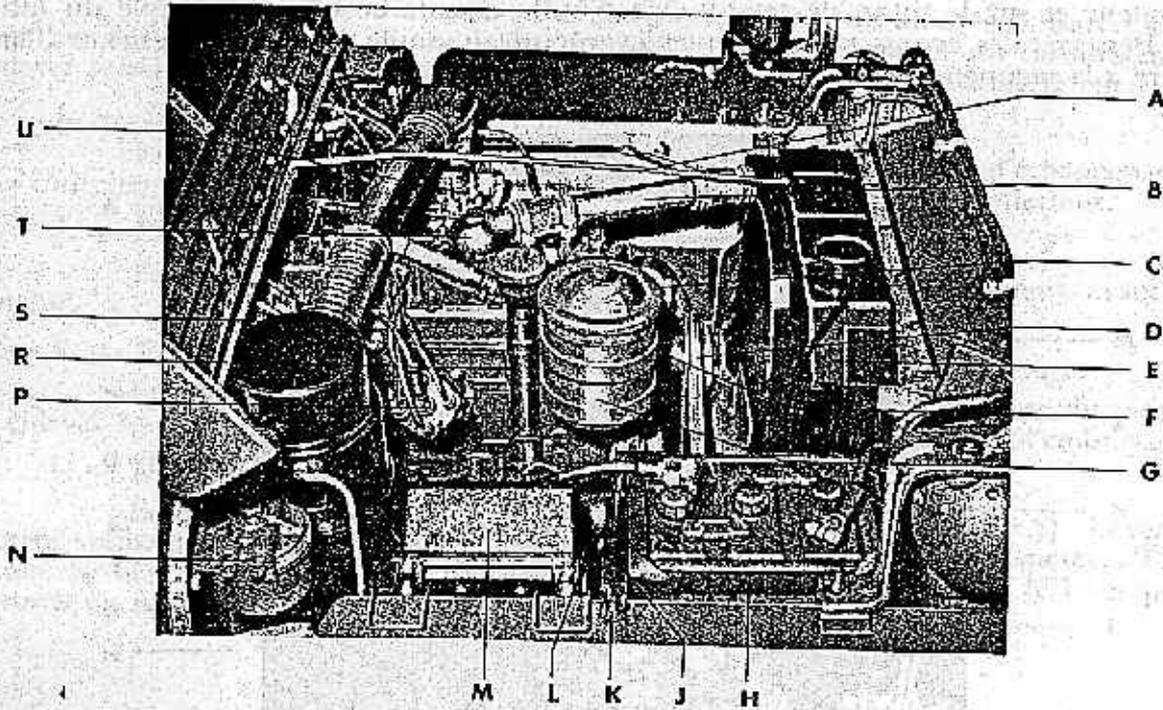

FIGURE 5. -- Vue du côté droit du moteur en place sur le véhicule.
Débrancher le tuyau du manomètre du raccord flexible placé sur le côté gauche du moteur. Débrancher le thermomètre à eau (partie moteur) du côté droit de la culasse (fig. 5).
D. — Dépose de l'allumeur (fig. 5).
E. — Dépose du filtre à huile (fig. 5).